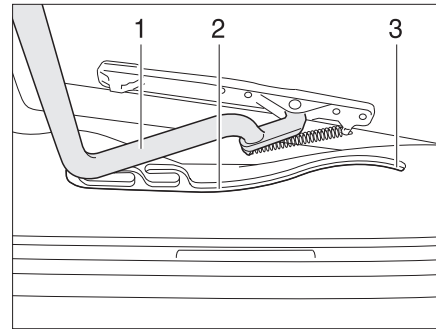

Fig. 82 Lanterneau Heki, glissière
- Tirer l'étrier (Fig. 82,1) dans les glissières (Fig. 82,2) jusque dans la position la plus reculée (Fig. 82,3).
- Pousser l'étrier (Fig. 82,1) légèrement vers le haut avec les deux mains.
- Tirer l'étrier dans les glissières (Fig. 82,2) jusqu'à la position souhaitée.